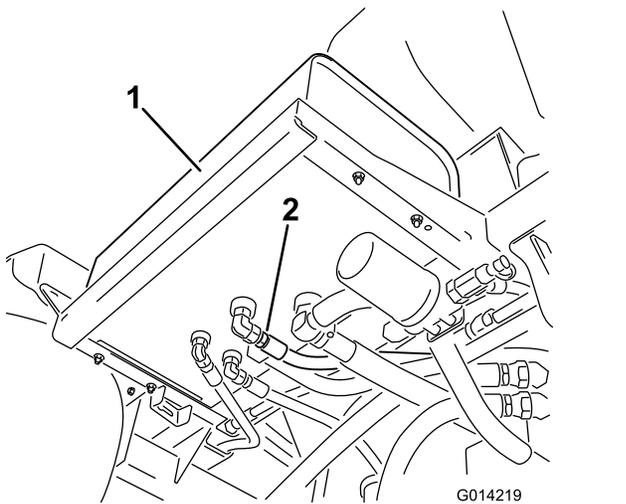

Figure 89
- Nettoyez la surface autour d'un raccord de flexible hydraulique au bas du réservoir d'huile hydraulique (Figure 89).
- Débranchez le raccord du réservoir et vidangez l'huile dans le bac de vidange (Figure 89).